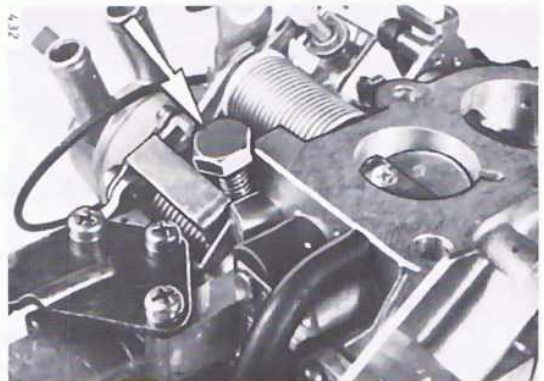

Bild 32
3.2 Einspritzmenge (Bild 32 – 34)
- Eine M8-Schraube (Pfeil) Bild 32 zwischen Hebel und Vergasergehäuse klemmen.
- Schraube (Pfeil) Bild 32 entfernen.